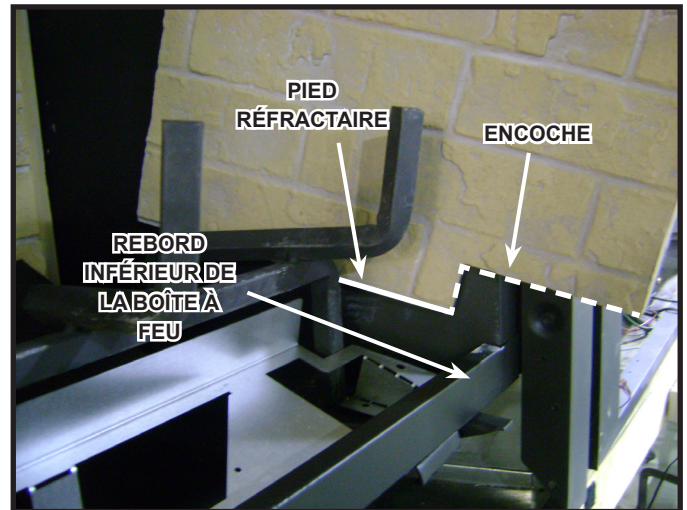

Figure 3
3. Installez le panneau réfractaire droit en le plaçant contre la paroi droite de la boîte à feu. Appuyez l'encoche rectangulaire du bas du panneau réfractaire droit par-dessus le rebord inférieur de la boîte à feu. Laissez le pied réfractaire reposer sur la boîte à feu après que l'encoche du panneau a été agencée avec le rebord de la boîte à feu. Voir la figure 3.